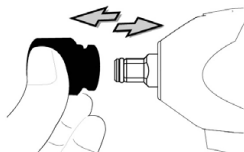

Рис. 4
1. Чтобы установить торцевую головку, вставьте ее в приводной шпindel как можно глубже (см. рис. 4).